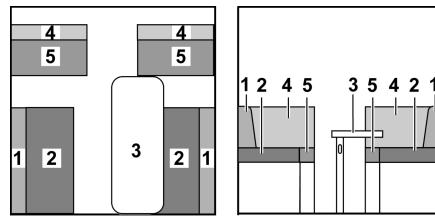

Bild 137 Vor dem Umbau
- Die Rückenpolster der Einzelsitze (Bild 137,4) abnehmen und beiseite legen.